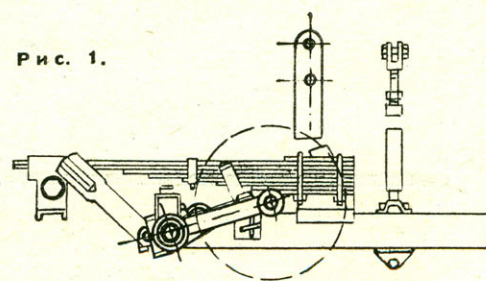

Рис. 1.
1. «Мягкие» подвески колеса и самого кузова (рис. 1) [коляска, применяемая с мотоциклами М-72, К-750 и т. п.]